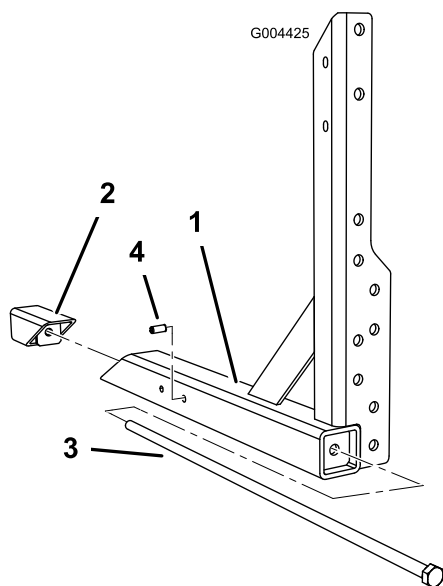

図 6
- フレームボルトを、アップライトに通して、フレームウェッジに組み付ける 図 6。
- マルチプロ 5700 の場合には、外側の穴(アングルサポートに近い方の穴)にロールピンを差し込む 図 6。